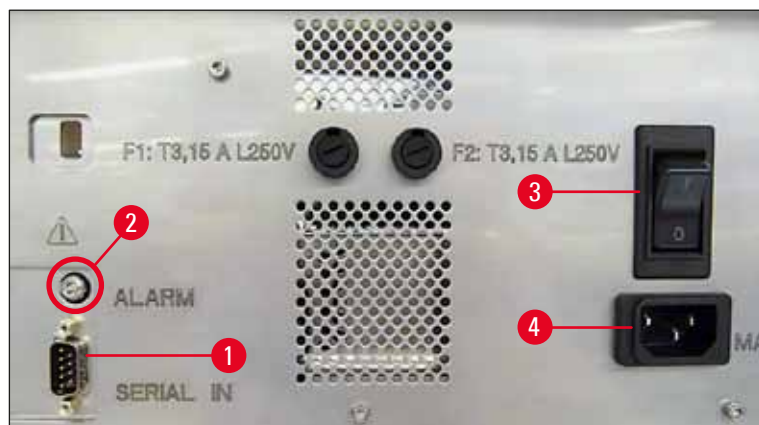

Fig. 31
① De elektriske tilkoblingene er plassert på apparatets bakpanel (→ "Fig. 31").